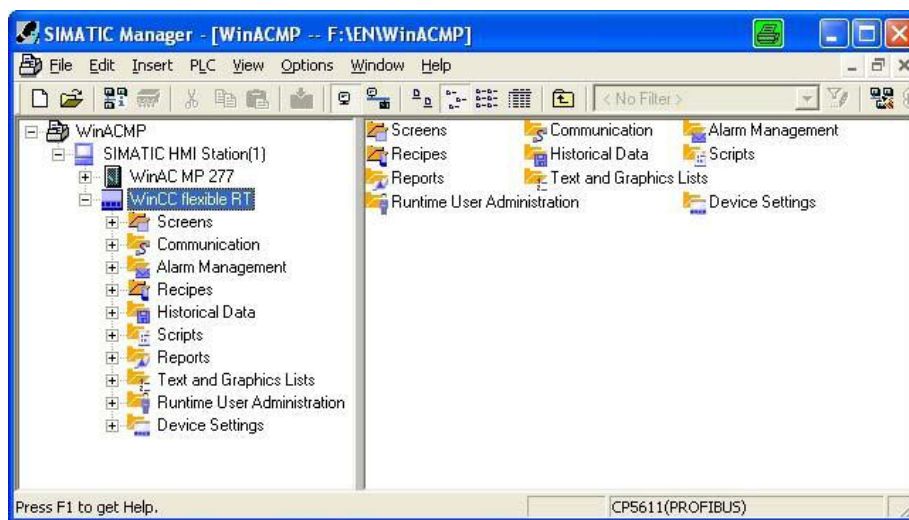

图17 在 SIMATIC 管理器中打开WinCC flexible RT
1. 在 SIMATIC 管理器（如图17所示）中右键单击 WinCC flexible RT 并选择：“对象” (Object) >“打开” (Open)。